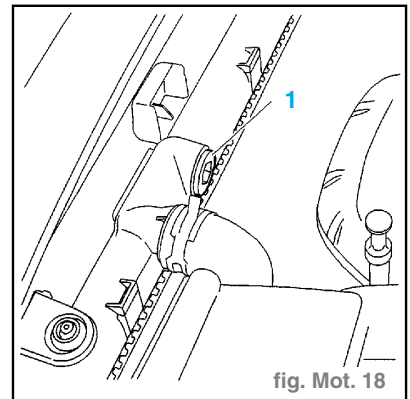

fig. Mot. 18
- Déposer le bouchon du radiateur (1). (fig. Mot. 18)